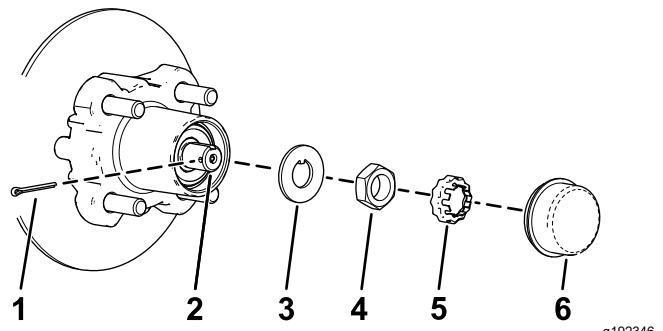

Figure 22
4. Retirez le couvre-moyeu du moyeu (Figure 22).
5. Retirez la goupille fendue et le frein d'écrou de la fusée et de son écrou (Figure 22).
6. Enlevez l'écrou de la fusée, et séparez l'ensemble moyeu et rotor de la fusée (Figure 22 et Figure 23).